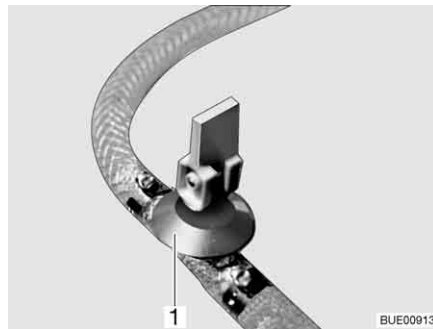
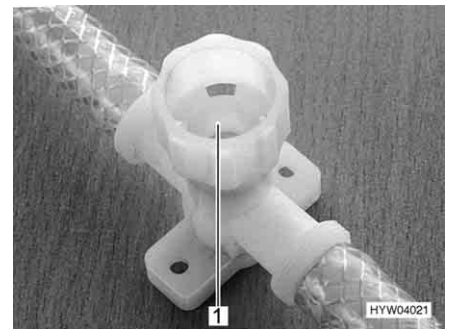

Bild 158 Avtappningskran (med vipparm)
Bild 159 Avtappningskran (med vred)
- Öppna alla avtappningskranar. Ställ för detta avtappningskranens vipparm (Bild 158,1) lodrätt eller vrid avtappningskranens kran (Bild 159,1) moturs.